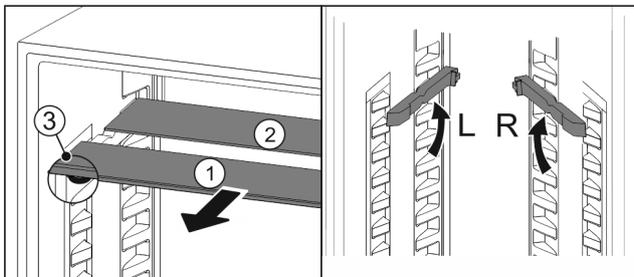

Fig. 45
- ▶ Retire las planchas de cristal individualmente hacia delante Fig. 45 (1).
- ▷ La placa de vidrio Fig. 45 (1) con moldura está situada delante.
- ▷ Los topes Fig. 45 (3) miran hacia abajo.